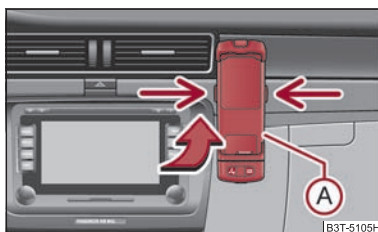

Fig. 142 Adaptare universală pentru telefon
- Împingeți mai întâi adaptorul (A) ⇒ fig. 142 în sensul săgeții în suport, până la limită. Apăsăți ușor adaptorul pentru a vedea dacă s-a fixat.
- Așezați telefonul în adaptorul (A) (conform instrucțiunilor producătorului).
- Apăsăți simultan elementele de blocare laterale ale suportului și scoateți telefonul cu adaptorul ⇒ fig. 142.